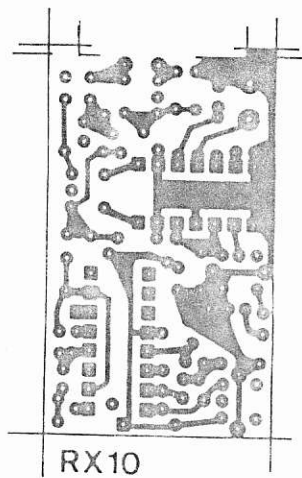

FIGURE 5. – Négatif du recto du circuit imprimé récepteur.
- Figure 5 : platine récepteur recto.